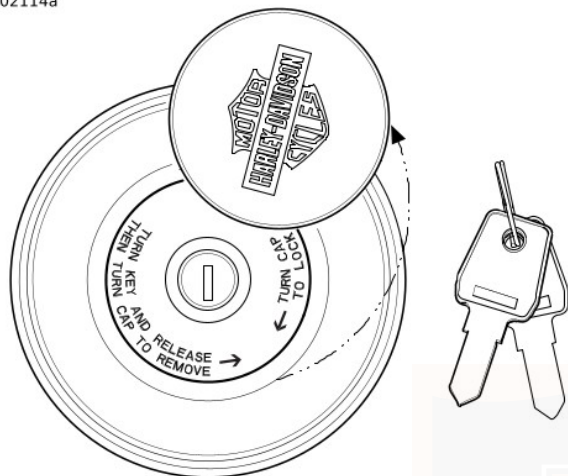

Figure 8. Verrouillage du bouchon de remplissage de carburant
1. Voir Figure 8. Tourner le couvercle de verrou pour accéder au verrou à clé.